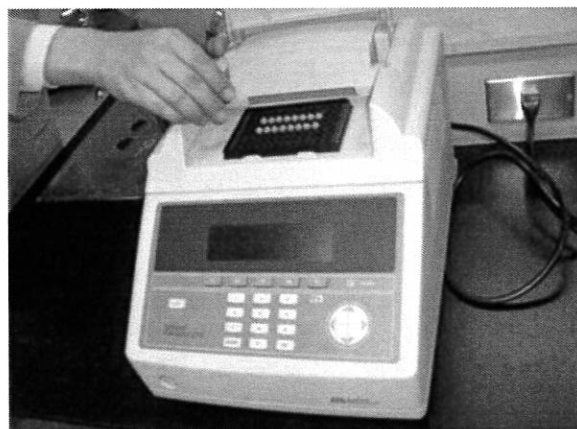

図7 PCR装置
- ⑨ PCR装置(図7)で、DNAポリメラーゼを使用し抽出したDNAを100万倍程度まで増幅させる。